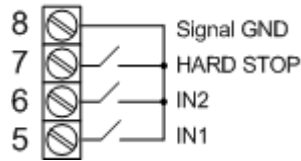

Fig. 3. Collegamento degli elementi di controllo esterni
2. Collegare gli elementi di controllo esterni secondo gli schemi di collegamento in Fig. 3: